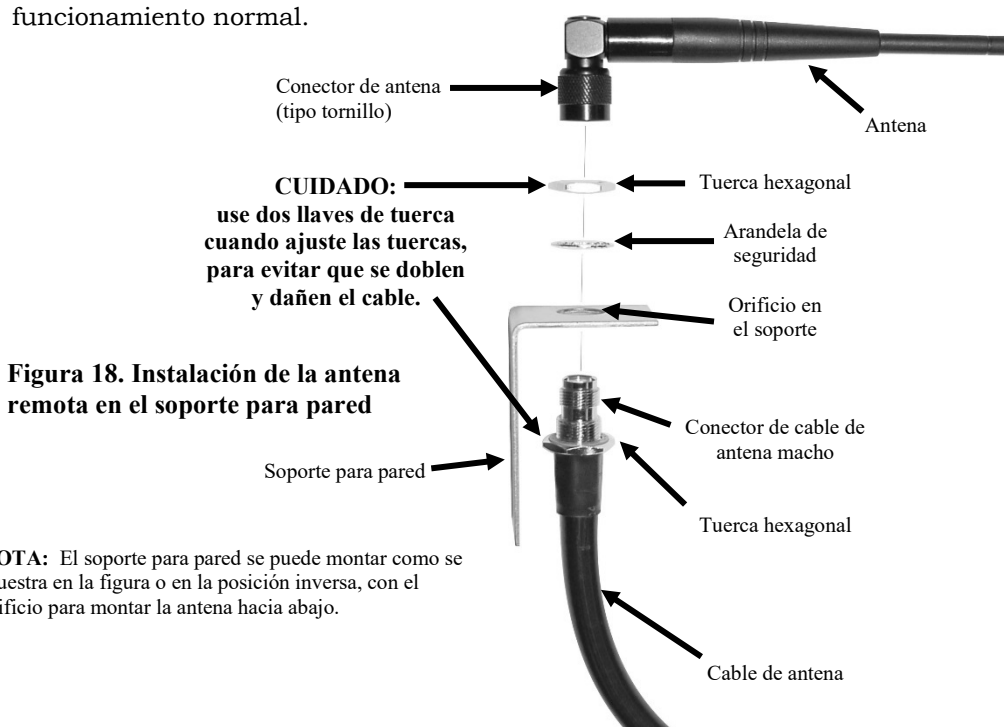

Figura 18. Instalación de la antena remota en el soporte para pared
12. Inserte el conector del cable de la antena a través del orificio del soporte de montaje, como se muestra en la **Figura 18**, y ajuste la tuerca hexagonal en el conector para asegurarlo en el soporte.